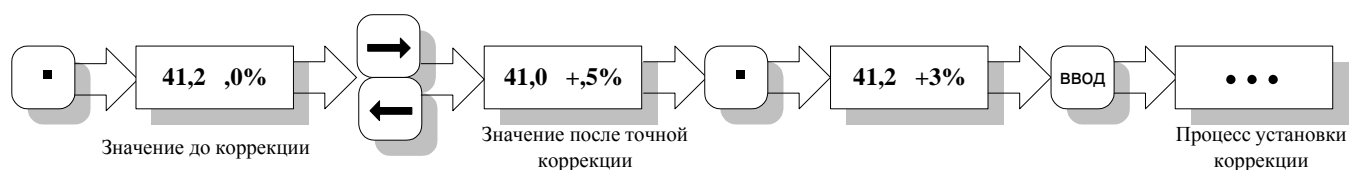

Рис. 12
5.3.11.5. Для более точной коррекции необходимо нажать кнопку “.”. После этого можно кнопками “▲” и “▼” изменить десятичную часть процента коррекции. В режиме точной отображается только десятичная часть. Пример точной коррекции приведен на рис.12.